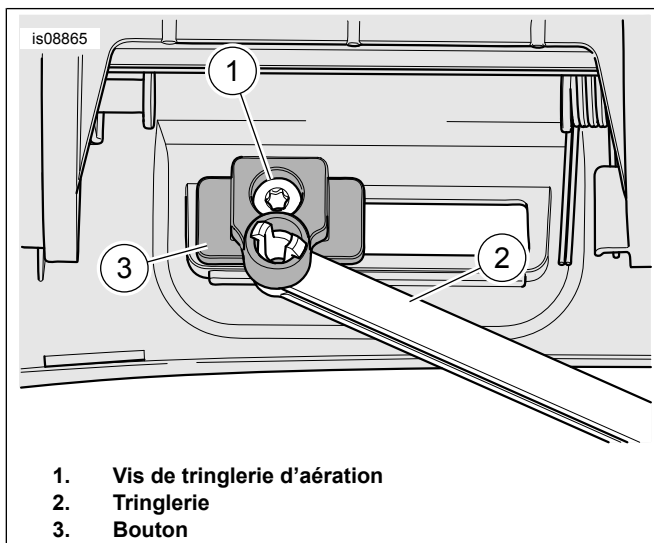

Figure 4. Vis de tringlerie d'aération
4. Voir Figure 4 . Déposer la vis (1). Retirer la tringlerie (2). Les poser à l'avant de la nouvelle enceinte. Serrer.